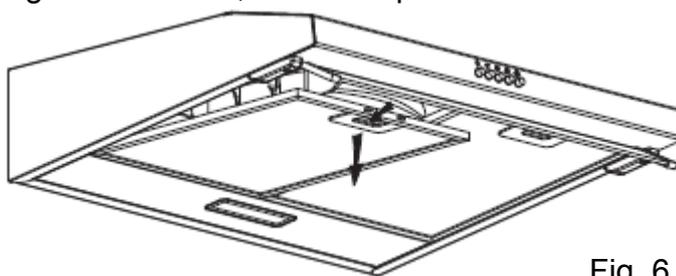

Fig. 6
- Retire os filtros segundo as instruções na Fig. 6.